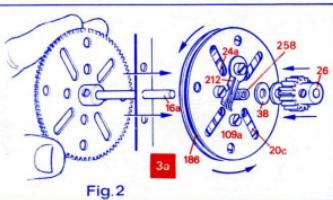

Fig.2
Please note that a slight modification has been made to this Clock since the building plans were prepared. Assembly 3A now incorporates only two Washers (38) in place of the four shown in the original illustrations. (See fig. 2 below)
Gelieve er ook op te letten dat er een kleine wijziging in deze klok is gemaakt sinds de oorspronkelijke plannen opgesteld werden. *Het samenstel 3A bevat nu slechts twee onderleggers (38) in plaats van de vier die in de oorspronkelijke illustraties te zien waren.* (Zie onderstaande fig. 2).